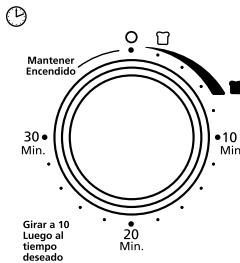

Figura 2
- Botão do timer** - Possibilita ajustar o tempo de preparo em até 30 minutos. O forno desligará automaticamente quando processo terminar. (veja a figura 2)